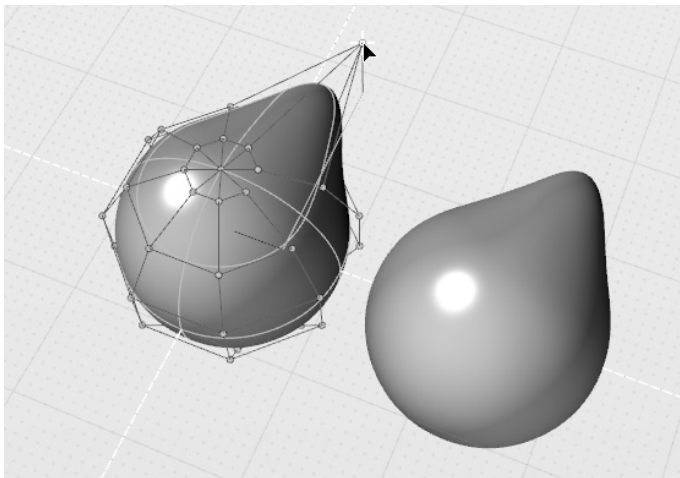

图 2-85 调整源对象，关联复制对象同时改变
7) 选中“球体#1”，切换到“编辑点”模式，选中一个控制点并向外部拖动，改变球体造型。可见复制对象“关联复制#1”的形状也随之改变，如图 2-85 所示。